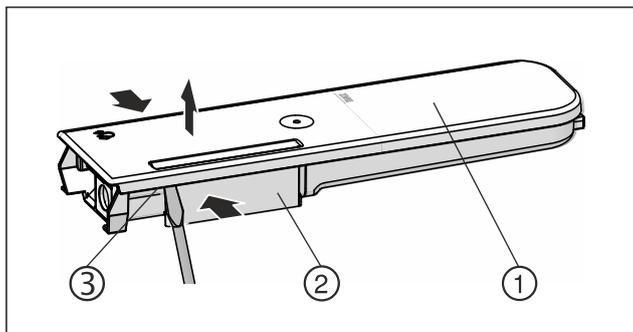

Fig. 146
- ▶ Stlačte nádrž na vodu Fig. 146 (2) k sobě a víko Fig. 146 (1) opatrně vypácte přes západky Fig. 146 (3) a vytáhněte nahoru.
- ▶ Víkem Fig. 146 (1) pohybuje lehce tam a zpět a sejměte jej nahoru.